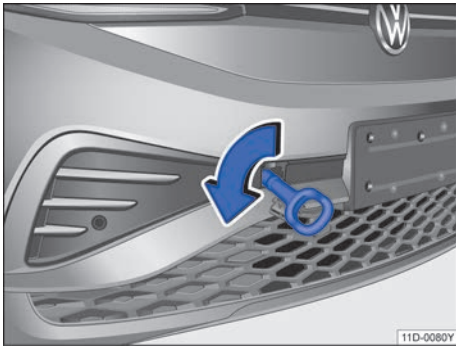

图 143 安装牵引环
- 将牵引环朝箭头方向拧入螺纹孔内，直到限位位置 → 图 143。